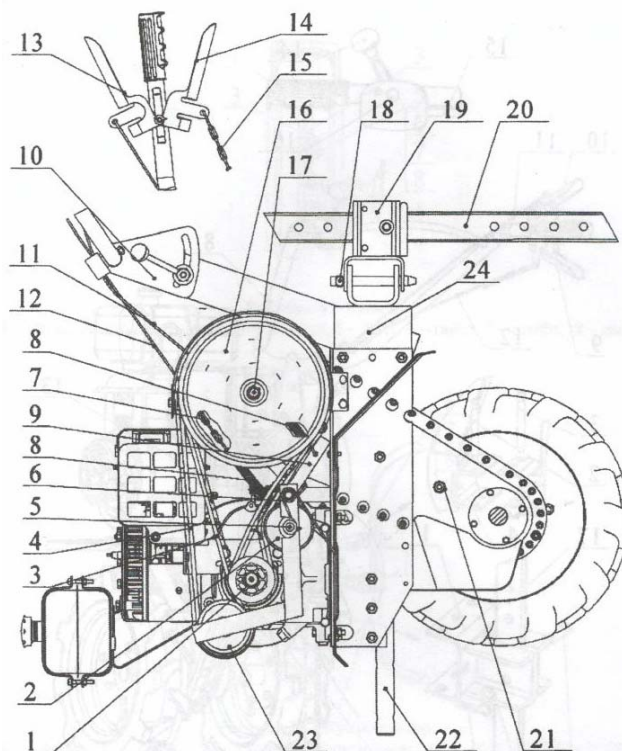
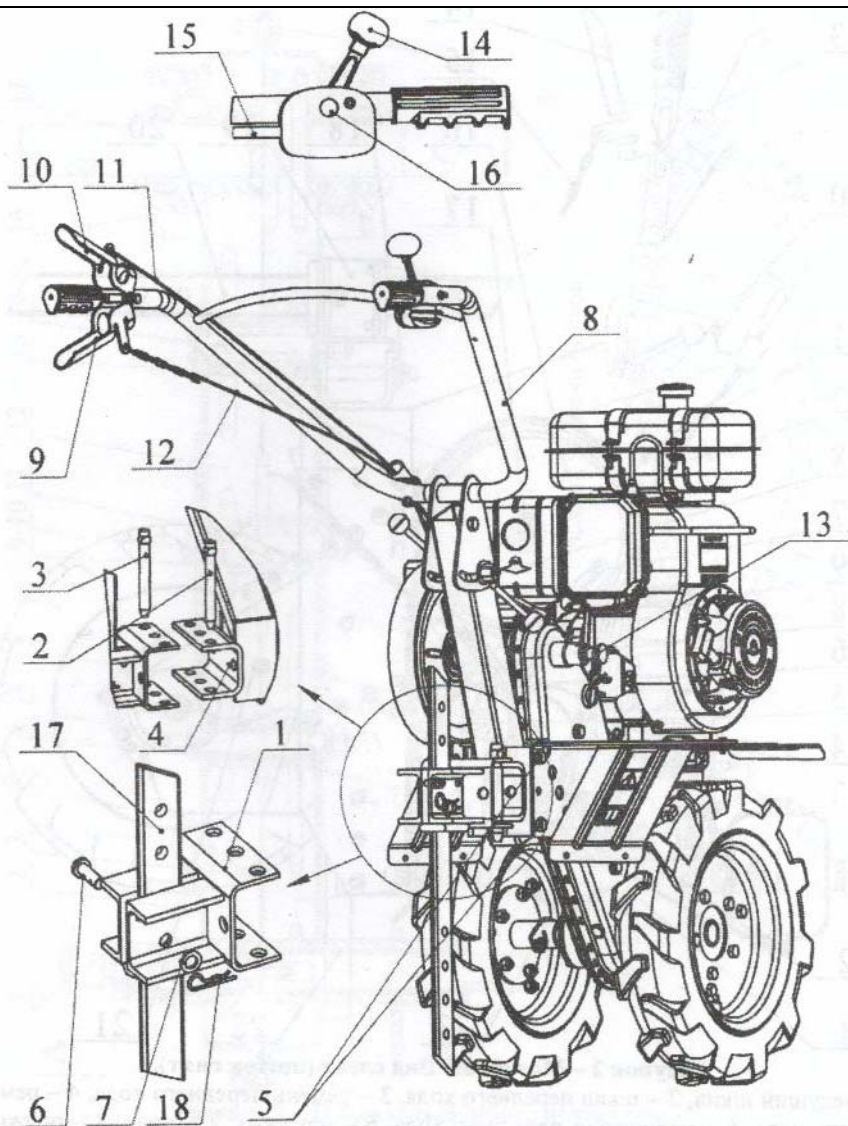

Рис. 1
Рис. 6
1. Установите штырь 22 (см. Рис.1) в горизонтальное положение и зафиксируйте крепежом. При упаковке опускается вниз, а крепеж устанавливается на место крепления штыря.
- Присоедините один конец тяги 11 (см. Рис.1) к рычагу переднего хода 13, а другой с помощью цепи 7 к пружине 6.
2. Переместите рычаг газа 14 (см. Рис. 6) в среднее положение от полного газа.
5. Включите ручкой 6 (см. Рис. 7) необходимую вам передачу редуктора (одно из крайних положений), установите рычаг газа 14 (см. Рис. 6) в среднее положение, плавно нажмите рычаг переднего хода 10.
7. Для переключения передачи остановите мотоблок, отпустите рычаг 9, 10 (см. Рис. 6) – переднего, заднего хода и переключите передачу ручкой 6 (см. Рис. 7) с небольшим усилием. При затрудненном переключении передачи поверните шкив редуктора 16 (см. Рис. 1), одновременно перемещая ручку 6 в нужном направлении с небольшим усилием.
- Для движения вперед приподнимите слегка рукоятки (тем самым, приподняв ограничитель 17 (см. Рис. 6) над землей). Чтобы замедлить скорость хода, надавите на рукоятки.